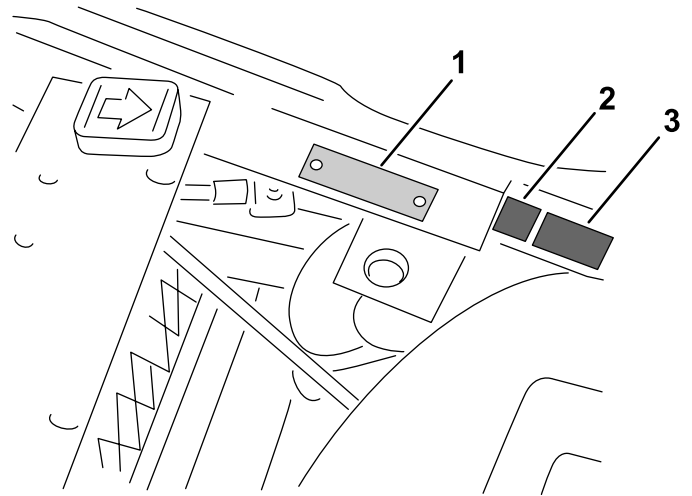

Figura 13
- Applicare l'adesivo di marcatura CE e l'adesivo dell'anno di produzione accanto alla targa del numero di serie sul supporto del poggiatesta (Figura 13).